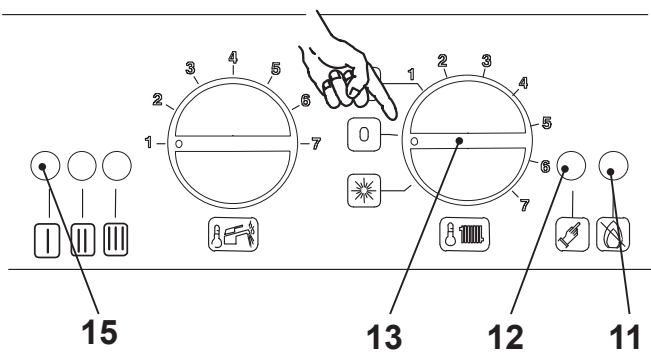
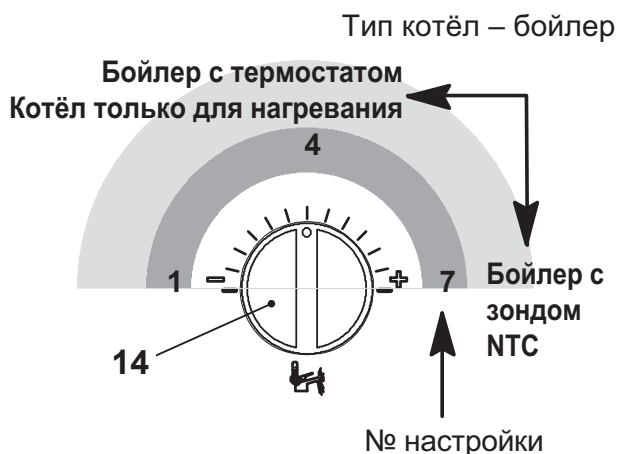

рисунок 5.30
рисунок 5.32
- Для показа заданной настройки держите в нажатом положении кнопку сброса 12 (рисунок 5.30), примерно, 5 секунд. Сигнальные лампочки 15 (рисунок 5.28) будут мигать столько раз, сколько было установлено (рисунок 5.32).
- Для изменения настройки поверните ручку регулировки температуры санитарного оборудования 14 (рисунок 5.32)
и поставьте её на тип выбранного котла (на рисунке примера ручка была настроена на Котёл с бойлером с термостатом или только нагревание), сигнальная лампочка блокировки 11 (рисунок 5.30) начнёт быстро мигать.
- Для внесения в память настройки держите в нажатом состоянии кнопку сброса 12 (рисунок 5.30), примерно, 5 секунд, все сигнальные лампочки 15 (рисунок 5.28) начнут одновременно мигать, как показано на рисунке 5.33.
- Нажимайте на кнопку сброса 12 (рисунок 5.30) (1 раз) пока не будут показаны сигнальные лампочки 15 (рисунок 5.28) как на рисунке 5.34.
- Для показа заданной настройки держите в нажатом положении кнопку сброса 12 (рисунок 5.30) примерно, 5 секунд. Сигнальные лампочки 15 (рисунок 5.28) будут мигать столько раз, сколько было установлено (рисунок 5.34).